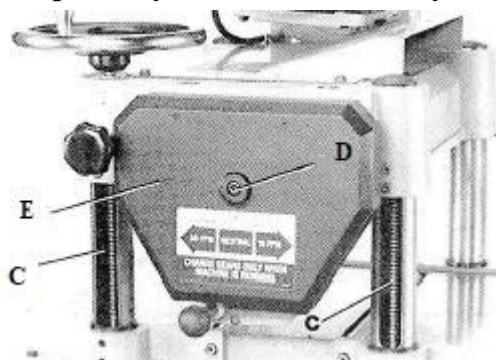
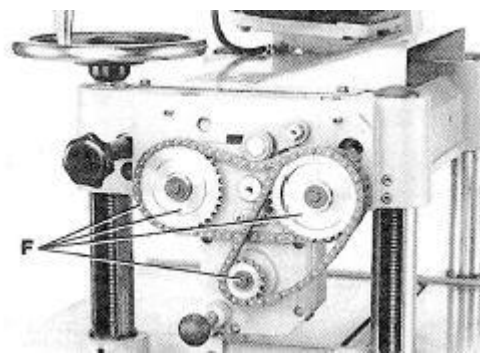

Рис. 51
Рис. 52
Периодически снимайте винт (D), Рис. 51, и боковую крышку (E). Тщательно очистите цепи и колеса (F), Рис. 52, и смажьте легким машинным маслом. Обратно установите боковую крышку.